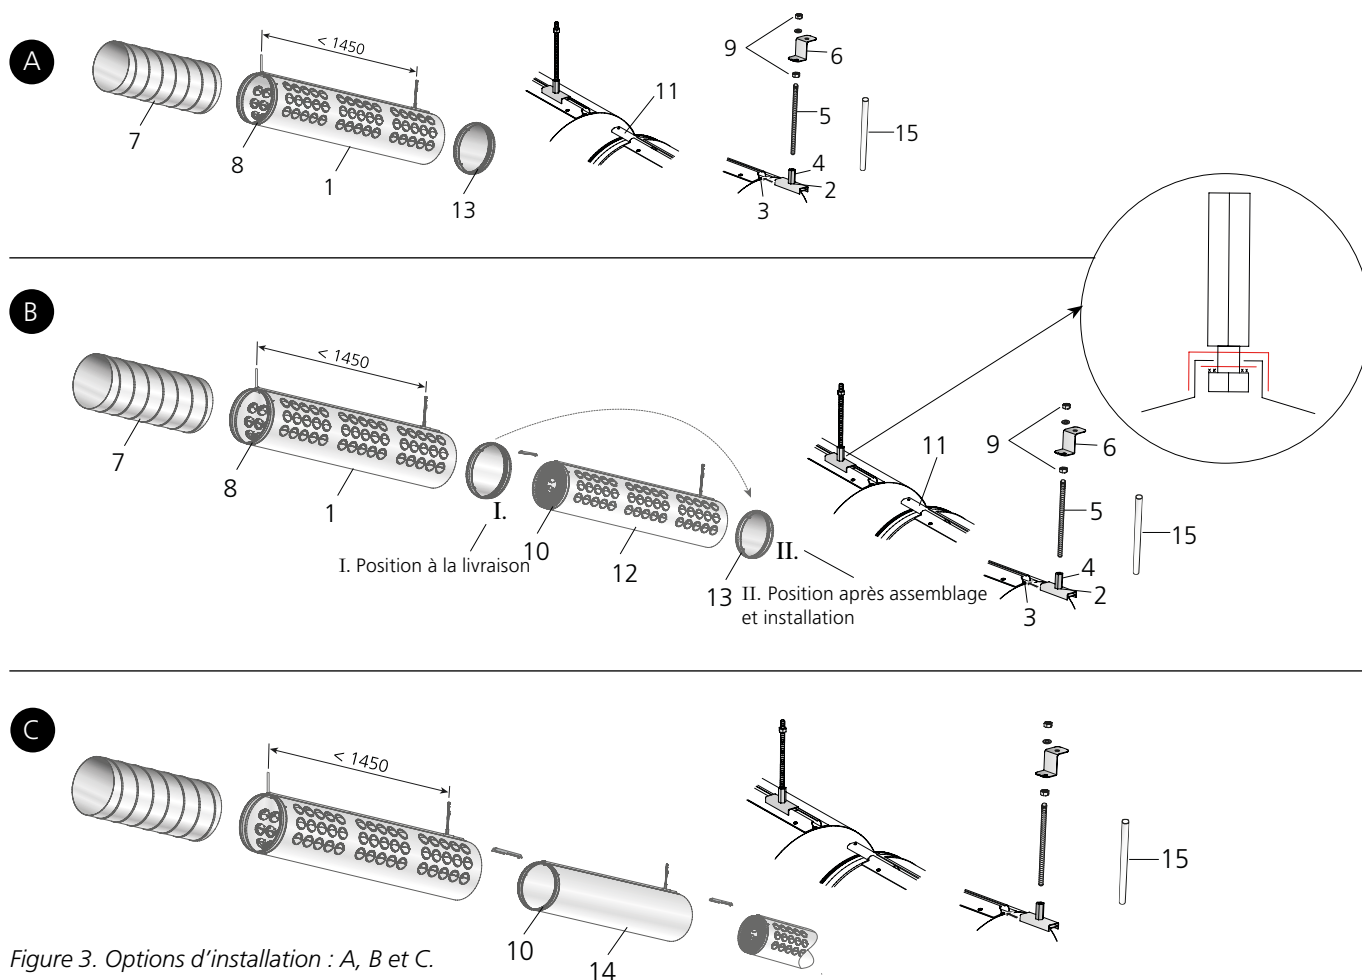

Figure 3. Options d'installation : A, B et C.
- Installer les sections non perforées IBIS D (14) de la même manière que les sections à disques. Noter l'utilisation des raccords standard (8) et des joints de distribution (10) fournis.
L'embout (13) est fourni monté dans la première section. Déplacer l'embout sur la dernière section lorsque IBIS 3000 et IBIS 4500 sont fournis, voir Figure 3, Phase B.